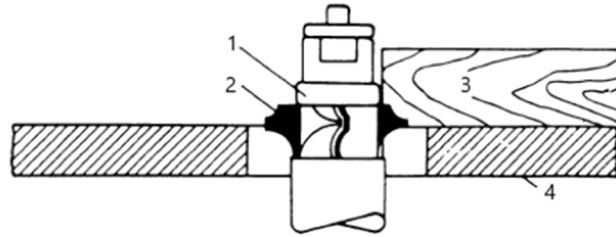

Abbildung 8
2. Die Verwendung des Kragens oberhalb des Messers (Abbildung 8) bietet den Vorteil, dass der Schnitt nicht durch geringfügige Schwankungen der Materialstärke beeinflusst wird. Der Schnitt ist jedoch während des Eingriffs nicht sichtbar. Ein weiterer Vorteil ist, dass ein versehentliches Anheben des Werkstücks das Werkstück nicht aushöhlt. Korrigieren Sie den Fehler einfach durch Wiederholung des Vorgangs.